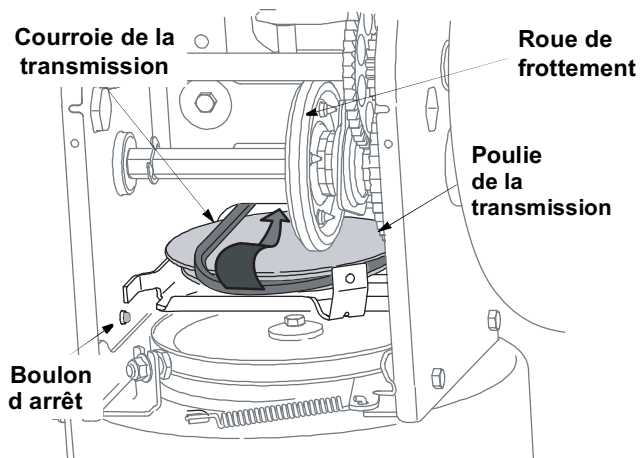

Figure 27
- Décrochez le ressort pour éliminer la tension sur la courroie de la tarière. Enlevez la courroie usagée et remplacez-la par une courroie neuve bien installée dans la rainure. Voir la Figure 27 .
- Enroulez la courroie de la tarière sur la poulie de la tarière. Voir la Figure 27 .
- Dévissez le boulon d'arrêt pour créer un espace suffisant entre le disque de la roue de frottement et la poulie de la transmission. Dégagez la courroie de la poulie de la transmission ainsi que du disque de la roue de frottement. Voir la Figure 27 .